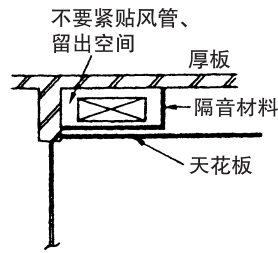

图 1.20 风管的隔音
① 静压高的风管通过天花板时，要用灰浆涂沫风管，或如图 1.20 用隔音材料包住风管。